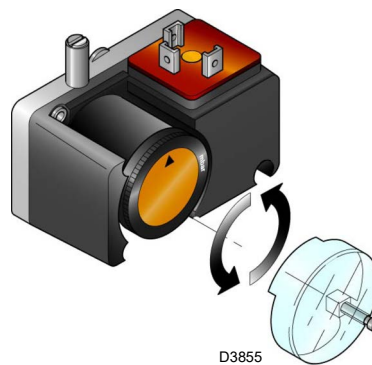

Abb. 31
- Regeln Sie den Minimal-Gasdruckwächter (Abb. 31 auf Seite 34) auf den Skalenanfang.
Den Gas-Mindestdruckwächter (Abb. 31) nach erfolgter Einstellung des Brenners, der Gasventile und des Stabilisators der Gasarmatur einstellen.